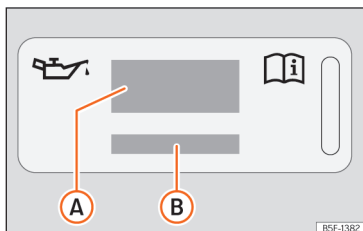
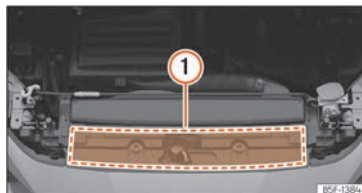

Fig. 242 No compartimento do motor: etiqueta do óleo do motor
Fig. 243 No compartimento do motor: zona de localização da etiqueta de óleo do motor
Legenda da » Fig. 242:
Se tiver de adicionar óleo do motor, utilize um dos óleos indicados na etiqueta » Fig. 242. A etiqueta com a norma prescrita encontra-se na parte da frente do compartimento do motor » Fig. 243 ①. Se utilizar o óleo do motor recomendado, é possível corrigir o nível do enchimento tantas vezes quantas forem necessárias.